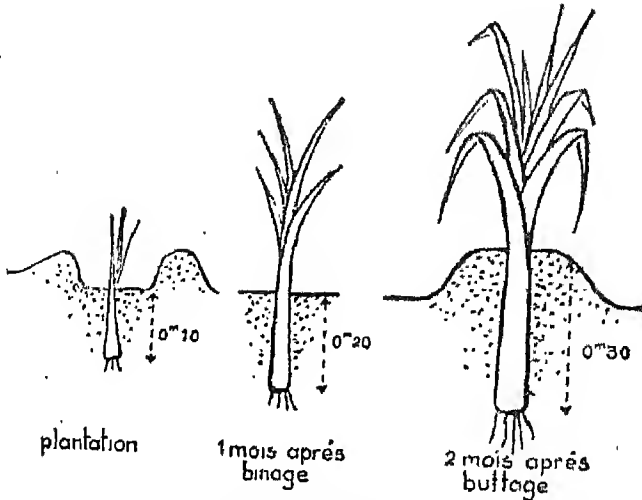

Fig. 8. — Buttage.
c) Buttage. — Il consiste à former une butte de terre meuble à la base de certaines tiges : les pommes de terre, haricots, choux... s'accommodent bien de cette façon culturale dont l'effet est de favoriser le développement de racines adventives au pied des plantes qui deviennent ainsi plus vigoureuses (fig. 8).